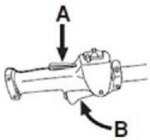

Fig. 4
6.2 BLOCCO DELL'ACCELERATORE (Fig. 4)
Il blocco dell'acceleratore (Fig. 4-A) impedisce le accelerazioni involontarie, pertanto per azionare l'acceleratore bisogna premere contemporaneamente il blocco (Fig. 4-A) e l'acceleratore (Fig. 4-B).
- Prima di ogni utilizzo, premere il blocco dell'acceleratore (Fig. 4-A) e controllare che ritorni in posizione di riposo non appena rilasciato.
- Prima di mettere in moto il tagliasiepi, controllare che l'acceleratore (Fig. 4-B) e il blocco dell'acceleratore (Fig. 4-A) funzionino correttamente.